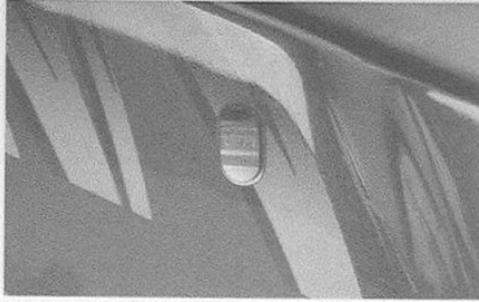

Bild 41
- Dazu Deckel des Bremsflüssigkeitsbehälters samt Membran entfernen und passenden, durchsichtigen Schlauch über Entlüftungsventil am Bremszylinder stülpen, der in Auffanggefäß endet (Bild 41).